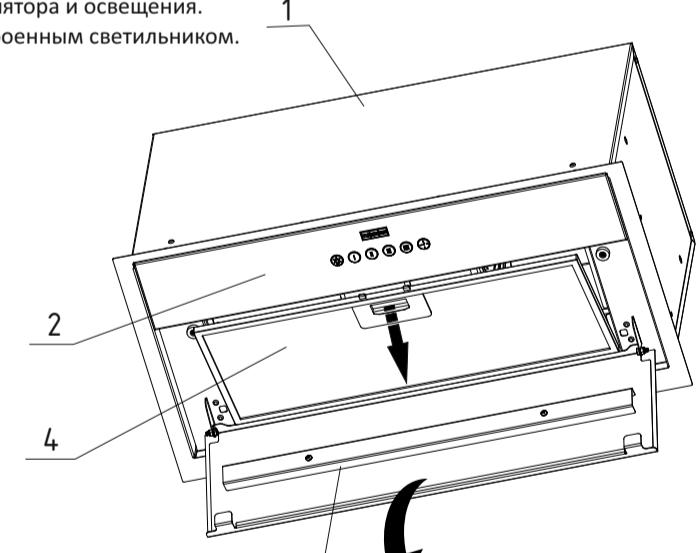

рис. 3
- для этого откройте откидную панель (рис.3);
- затем потяните его вниз (рис. 3).
- снимите алюминиевый фильтр (рис. 3, 4);